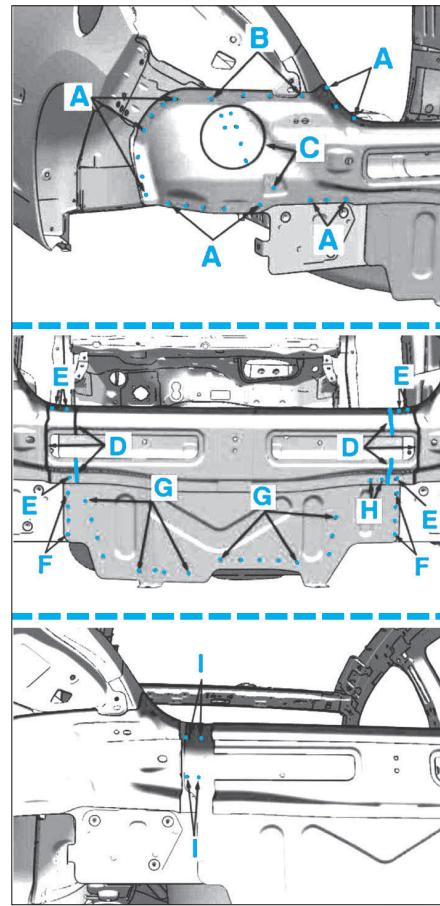

FIG. 54
- Dépointer et découper aux endroits indiqués la jupe AR complète en A à I (Fig.54).